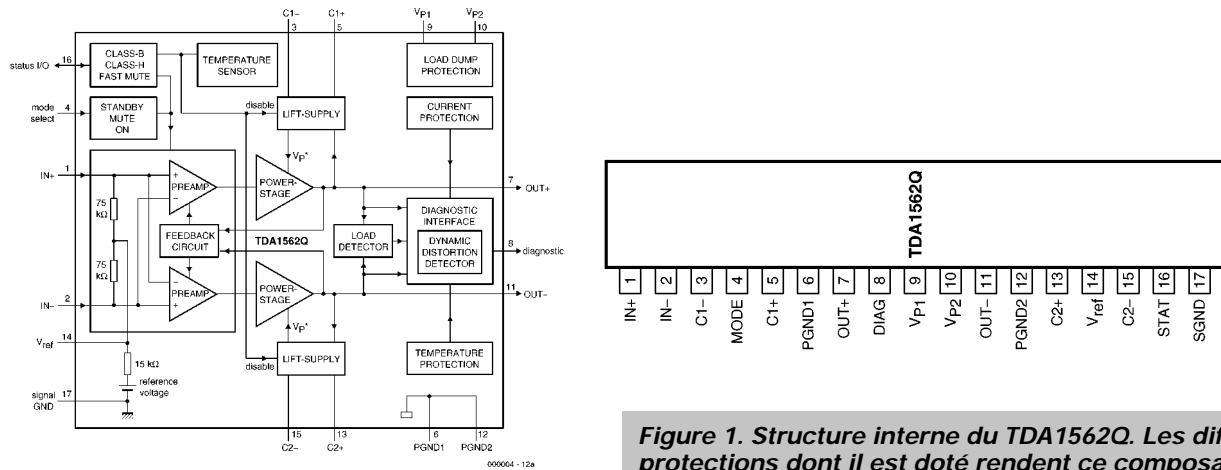

Figure 1. Structure interne du TDA1562Q. Les différentes protections dont il est doté rendent ce composant quasiment indestructible.
La structure interne du TDA1562Q est très proche de celle de son prédécesseur. Nous allons l'examiner dans les grandes lignes sachant qu'il est fort peu probable que tout le monde ait encore en tête l'article de mars 95. La figure 1 nous montre le synoptique de
1) Le signal de sortie arrive en butée (surmodulation). Le sous-ensemble interne responsable est appelé *Dynamic Distorsion Detector*, D³ pour les intimes (cf. la figure 1). La pratique nous a appris que cette situation se présentait à une distorsion de 1,6% (mesurée à 1 kHz). Cette LED remplit, partant, une fonction d'indicateur